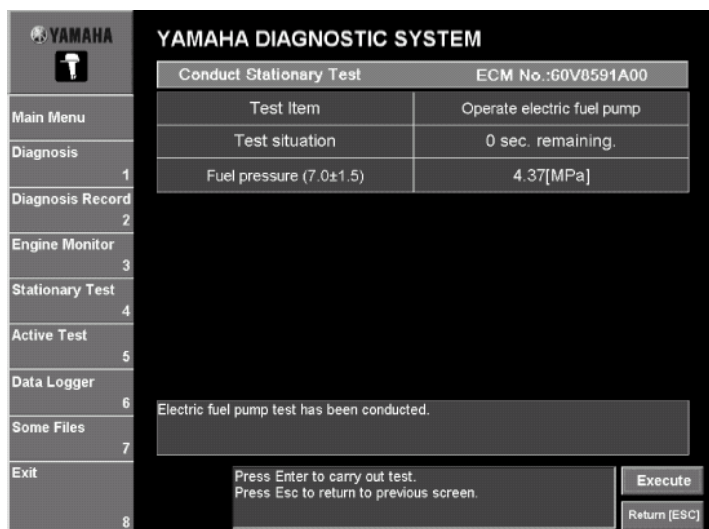

Рис. 78
4. для выполнения повторного теста снова щелкните по **Выполнить(Execute)** или нажмите клавишу Enter клавиатуры. Чтобы выполнить другой тест, щелкните по **Возврат[ESC] (Return[ESC])** или нажмите, Esc на клавиатуре, чтобы возвратиться к окну, в котором можно выбрать другой тест. (Рис. 78)